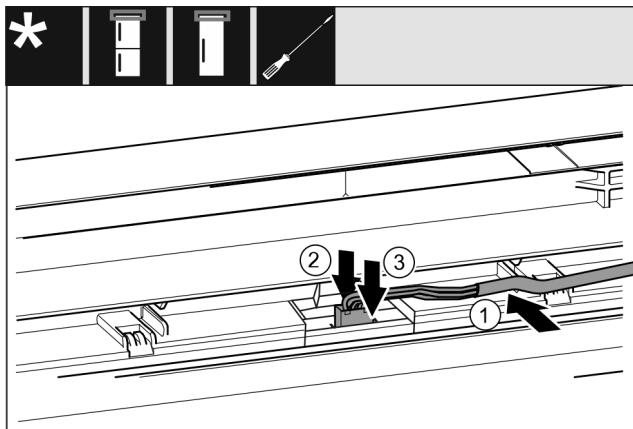

Fig. 32
- ▶ Вставте сірий кабель в направляючу в верхніх дверцях. Fig. 32 (1)
- ▶ Притисніть фіксувальний виступ назад Fig. 32 (2)
- ▶ Зафіксуйте штекер. Fig. 32 (3)